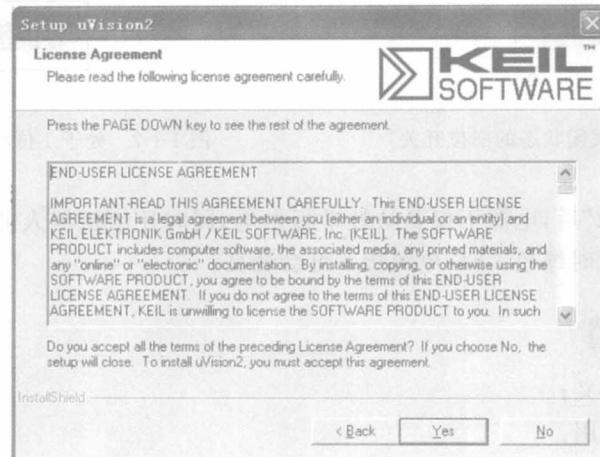

图 1-1-3 许可协议窗口
(2) 在许可协议窗口选择 Yes, 如图 1-1-3 所示。
(3) 在后续出现的窗口中全部选择 Next 按钮, 将程序默认安装在 C:\Keil 文件目录下。Keil uVision IDE 软件安装到电脑上的同时, 会在计算机桌面建立一个快捷方式。